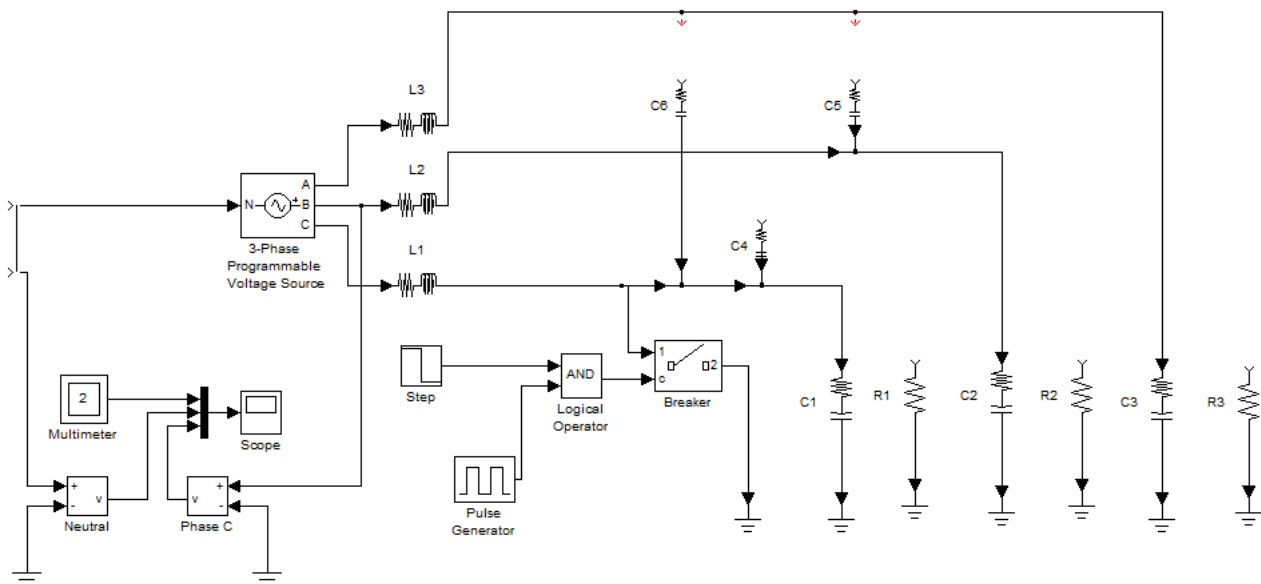

Рис. 12
1. Загрузить модель сети (рис. 12) в математической среде Matlab.
4. Схема рис. 12.